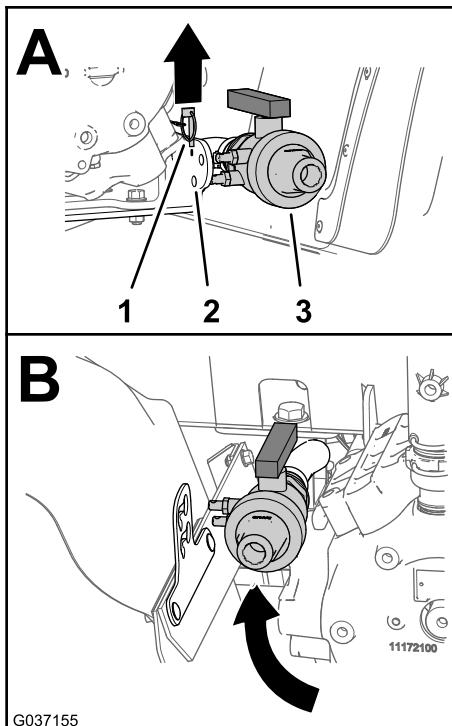

図 11
1. ドレンバルブをポンプブラケットに固定しているコッターピンを抜き取る図11。
- 2. ドレンバルブを、左後部フェンダとポンプとの間に移動する図11。